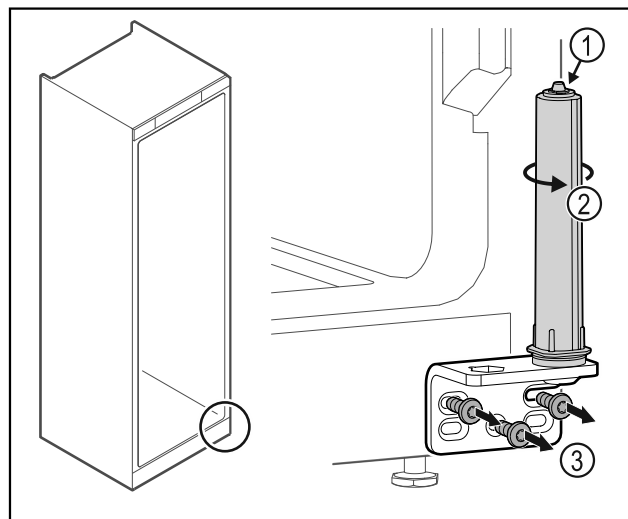

Fig. 35
- Nerozebírejte uzavírací systém dvířek Fig. 35 (1).
- Otáčejte uzavíracím systémem Fig. 35 (2), dokud nezacvakne.
- Odšroubujte úhelník závěsu Fig. 35 (3).